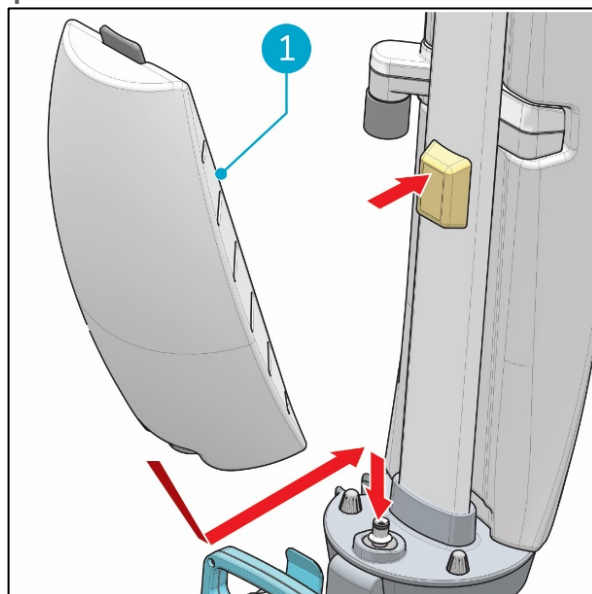

Figura 14
5. Coloca el depósito sobre la i-mop® Lite con la válvula hacia la máquina (Figura 14, pos. 1).